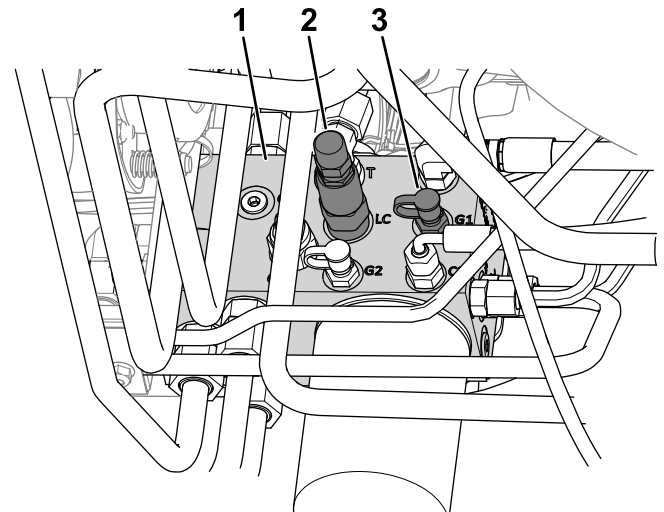

Figura 21
- Collegate un manometro alla porta diagnostica (con l'etichetta G1; fate riferimento a Figura 21).
- Corsore di trasferimento del peso (LC)
- Sul lato del collettore di sollevamento, rimuovete il cappuccio dalla porta diagnostica (con l'etichetta G1; fate riferimento a Figura 21).
- Allentate il controdado all'estremità del cursore di trasferimento peso (con l'etichetta LC; fate riferimento a Figura 21)